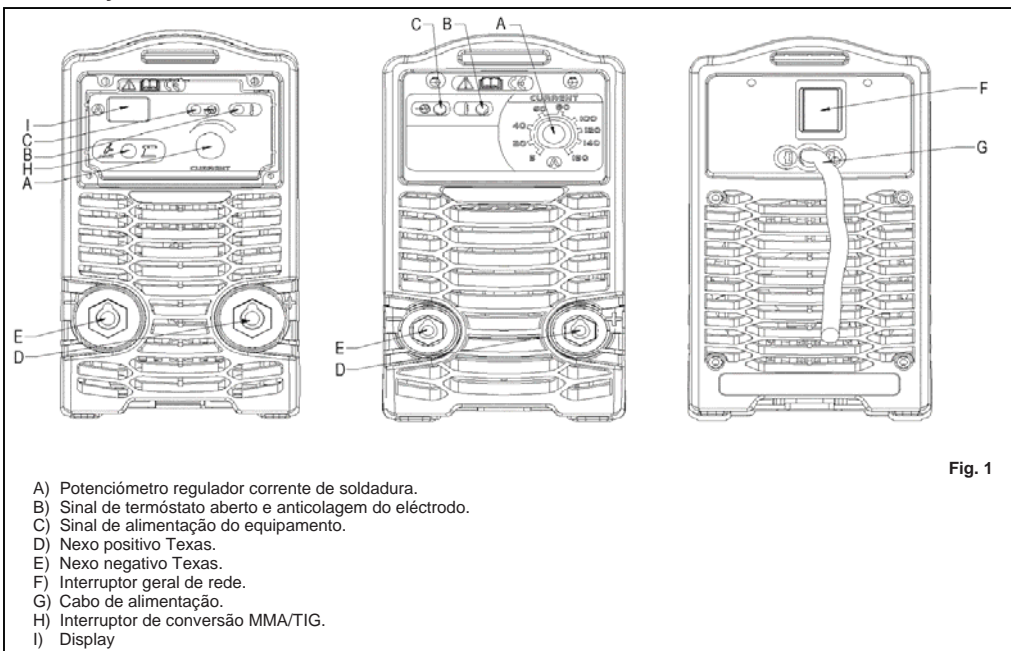

Fig. 1
Neste caso (visor do bloco B fig. 1 aceso) e necessário esperar alguns minutos para ter a restituição do aparelho.
- Certificar-se que o interruptor F (fig.1) esteja na posição O ou que a ficha do cabo de alimentação não esteja na tomada de alimentação, depois ligar os cabos de soldadura respeitando a polaridade exigida pelo construtor dos eléctrodos que sejam utilizados.
- Acender a maquina F (fig. 1).